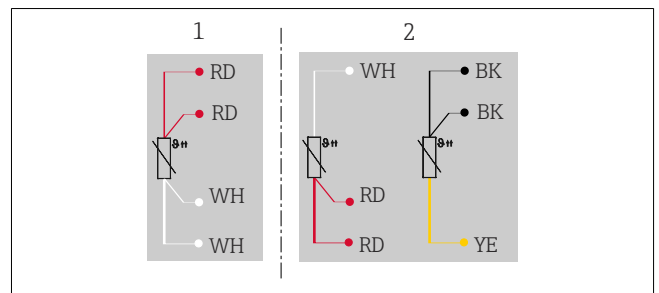
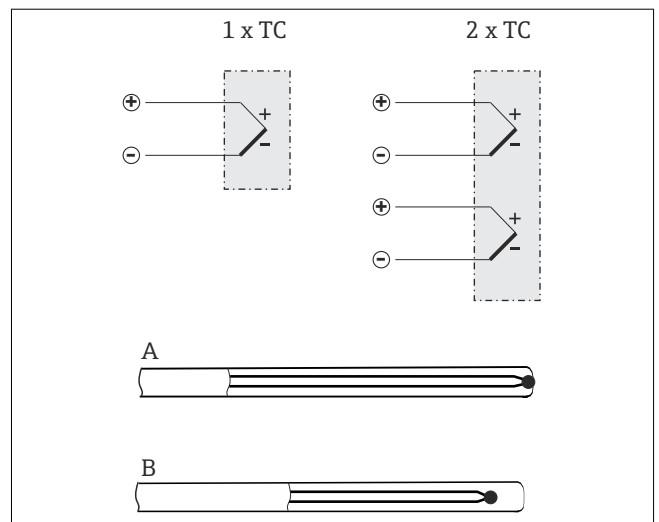

図 3 測温抵抗体の接続
図 4 熱電対の接続
- ▶ 使用するケーブル付き温度計の電気接続に従ってケーブルを接続します (図 3 および図 4 を参照)。